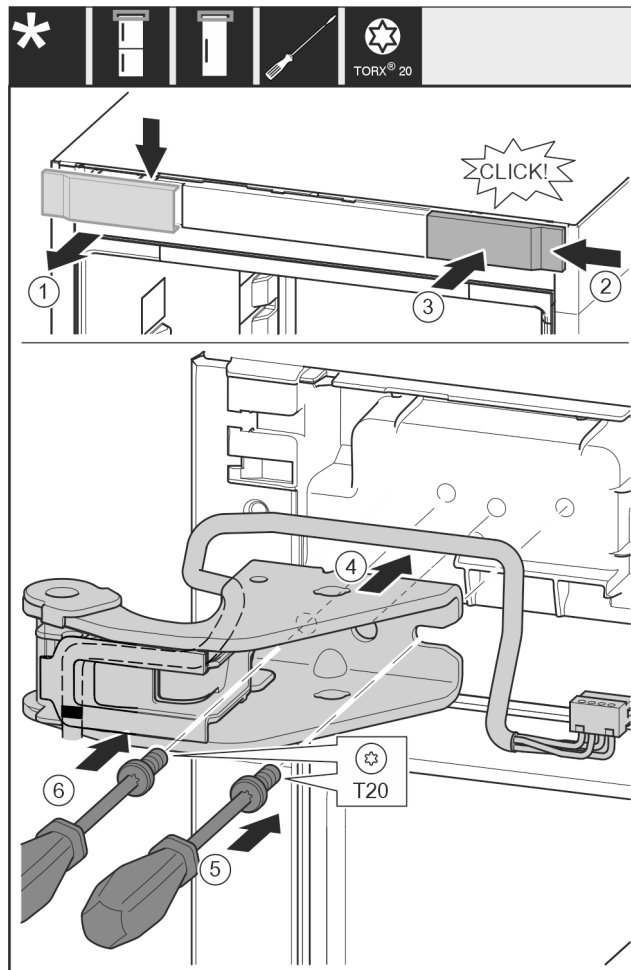

Fig. 22
- ▶ Pokrov snemite od zgoraj v smeri naprej. Fig. 22 (1)
- ▶ Pokrov, obrnjen za 180°, namestite na drugi strani z desne strani. Fig. 22 (2)
- ▶ Zatakните pokrov. Fig. 22 (3)
- ▶ Pristavite zgornji ležajni podstavek. Fig. 22 (4)
- ▶ Vijak vstavite z izvijačem T20 in ga zategnite. Fig. 22 (5)
- ▶ Vijak vstavite z izvijačem T20 in ga zategnite. Fig. 22 (6)